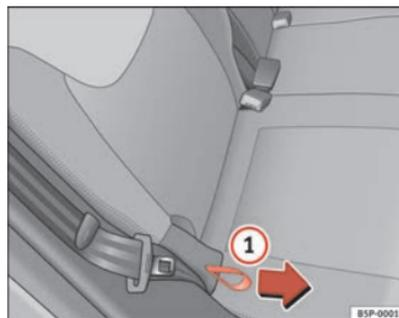

Fig. 98 Réglage de l'inclinaison du dossier, banquette arrière
- Saisissez le haut du dossier. Tirez sur la dragonne latérale du siège ⇒ fig. 98 ① dans le sens de la flèche et maintenez la dragonne en position. Rabattez le dossier du siège vers l'arrière en position souhaitée, puis relâchez la dragonne. ▶